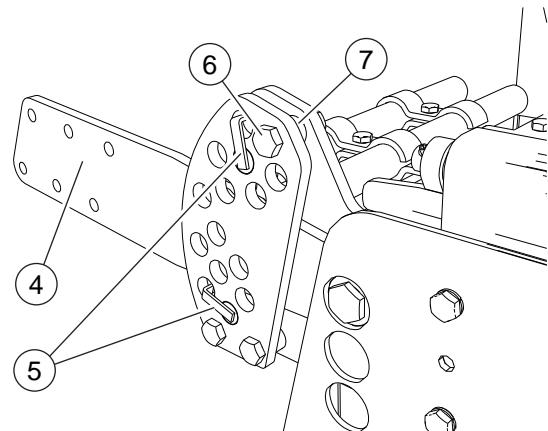

FIG. 11
- Die Schrauben lösen (6, "Fig. 11"). Das Zwischenstück entfernen (7). Den Splint und den oberen Pin entfernen. Den Arm (4) senken bis er zum unteren Pin (5) angelehnt ist. Den oberen Pin (5) in das erste freie Loch über dem Arm einsetzen. Die Pin mit dem Splint sperren.